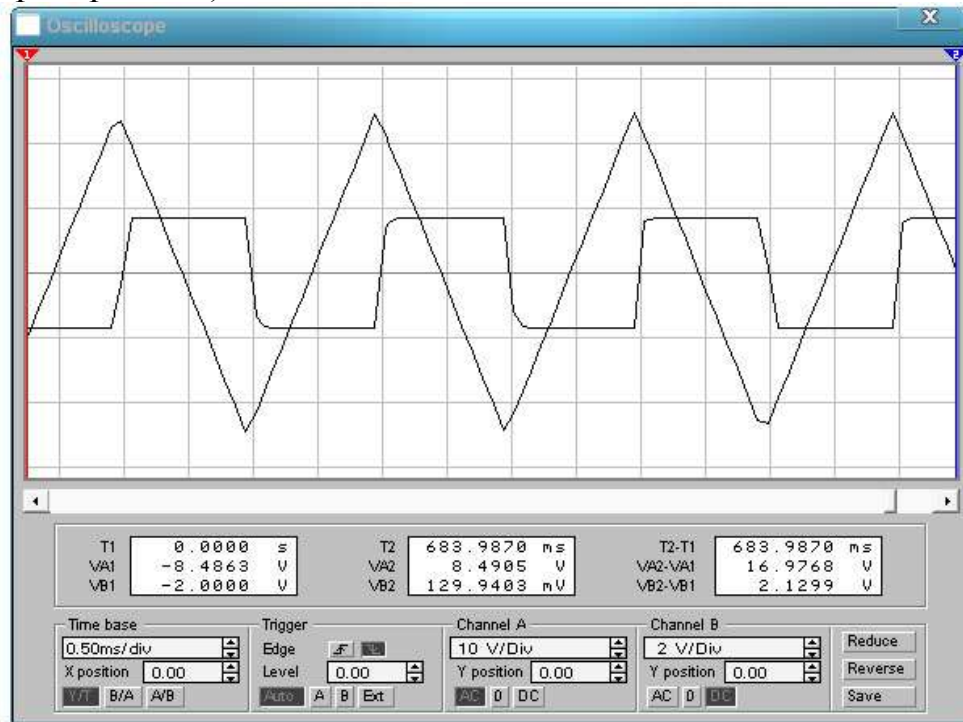

Рис. 7.4
и  $m_{u2}$ . Скопировать осциллограмму входного и выходного напряжений (пример на рис. 7.4).
7. Отрегулировать осциллограф так, чтобы на экране было изображение не менее одного периода напряжения. Записать масштабы времени  $m_t$  и напряжения  $m_{u1}$  и  $m_{u2}$ . Скопировать осциллограмму входного и выходного напряжений (рис. 7.4). По осциллограмме выходного напряжения определить его действующее значение  $U_{\text{ВЫХ}} = \frac{|u_{\text{max}}|}{\sqrt{2}}$ .